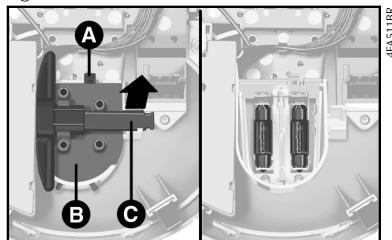

fig. 41
4) Retirar a chave C-fig. 41, empurrar a lingüeta A e retirar a tampa B, conforme o sentido da seta.